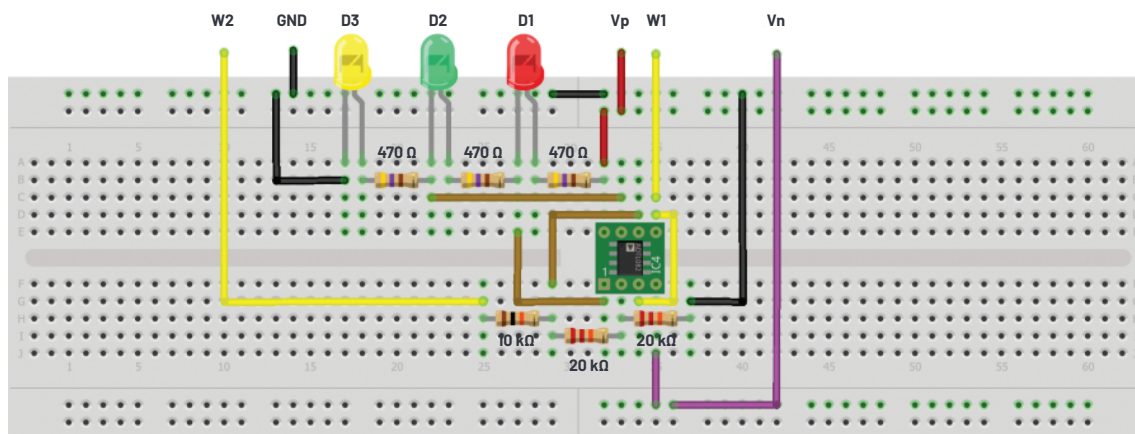

図17. 図16の回路を実装したブレッドボード
- ▶ 図17のように、ブレッドボードに回路を実装してください。オペアンプには、電源電圧として±5Vを供給します。AWGの1つの出力によりV_{IN}を生成し、もう1つの出力により5VのV_{REF}を生成します。